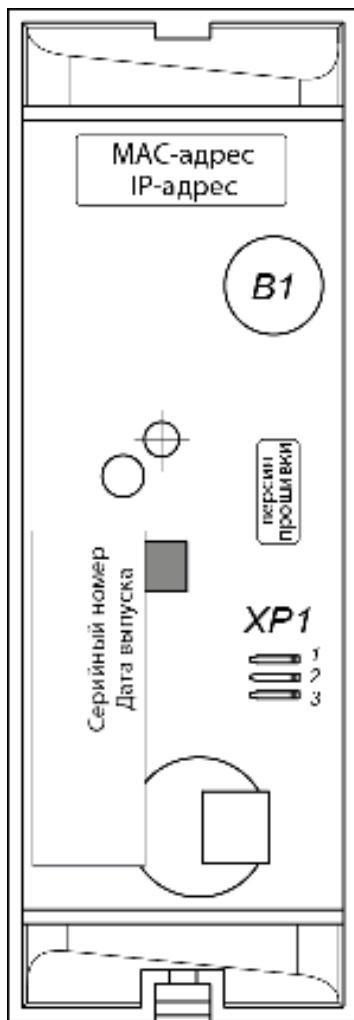

Рисунок 1. Внешний вид тыльной стороны контроллера
Выбор способа задания IP-адреса контроллера осуществляется установкой или снятием перемычки (джампера) на разъем *XP1* на тыльной стороне контроллера. Расположение разъема указано на рис. 1.
Контроллер имеет маркировку в виде этикетки, расположенной на тыльной стороне корпуса. Расположение этикетки и других наклеек показано на рис. 1. На этикетке нанесены наименование, серийный номер и дата изготовления изделия.
6. Выберите способ задания IP-адреса контроллера (см. разд. 5.5) и при необходимости установите перемычку (джампер) на разъем XP1 согласно табл. 2. Расположение перемычки указано на рис. 1.